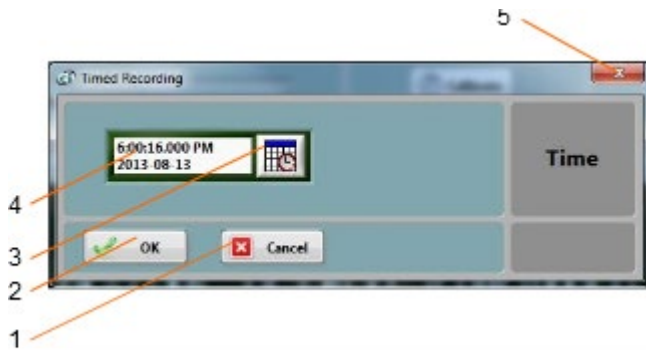

Figure 6 Panneau Paramètres de la minuterie
Soit utiliser le champ de saisie directe (Figure 6 (4)), ou appuyez sur la touche *Affichage du calendrier* bouton (Figure 6 (3)) pour régler la date et l'heure auxquelles l'enregistrement doit commencer.